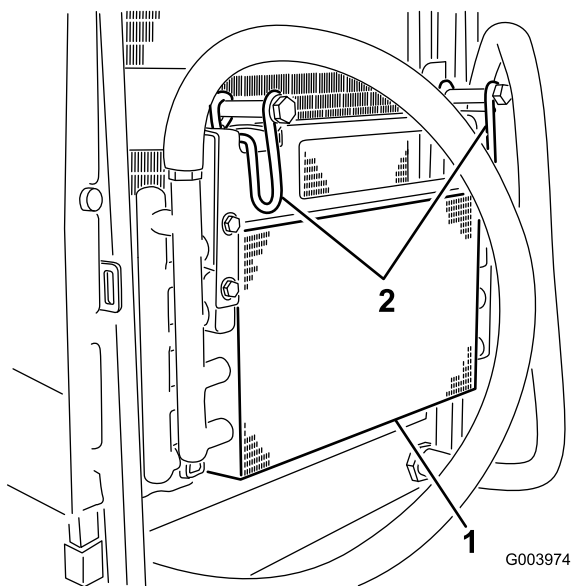

**Bild 57**
3. Entriegeln Sie den Riegel und drehen Sie das hintere Gitter auf (Bild 57).